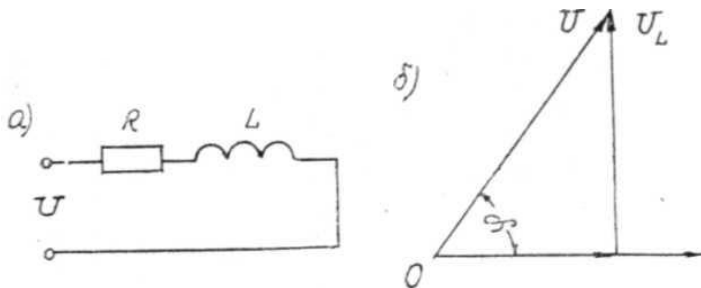

Рис. 2. 1
2.1. К источнику с напряжением $U = 120$ В и частотой $f = 50$ Гц подключена катушка RL с активным сопротивлением $R = 12$ Ом и индуктивностью $L = 0,051$ Гн (рис. 2. 1, а).